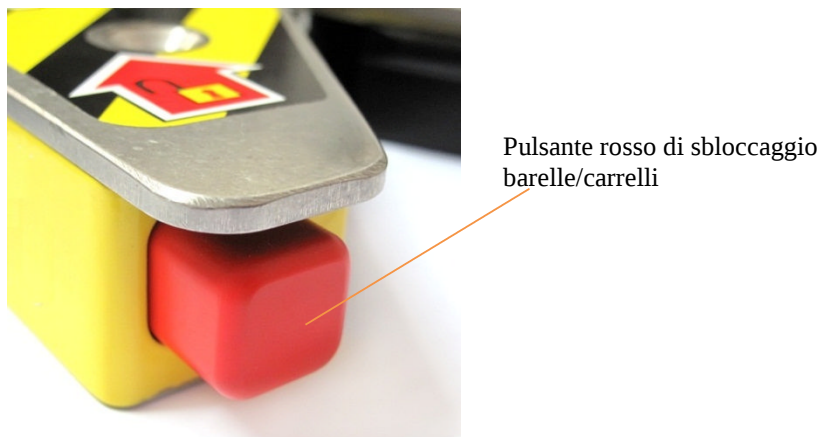

Figura 15: Pulsante rosso di sbloccaggio della barella/carrello dal sistema SLAM.
- Sbloccare la barella (o il carrello) premendo il pulsante rosso di sbloccaggio sullo SLAM (*figura 15*) e procedere con lo scaricamento.